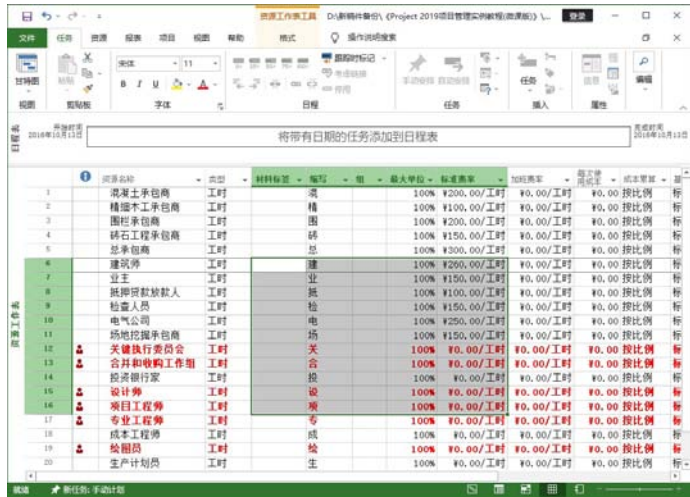

图 1-27 选取多个连续的单元格
- ▽ 选取多个连续的单元格：在需要选取的第 1 个单元格内按下鼠标左键不放，拖动鼠标到最后一个单元格，如图 1-27 所示。